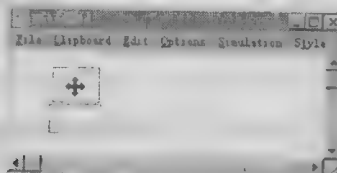

图 6-6
(2) 一直按下鼠标并拖动 Signal Generator 模块到模型窗口(叫作 Untitled)。这时移动模块, 你会发现模块的轮廓和它的名字随着鼠标一起移动(图 6-6)。